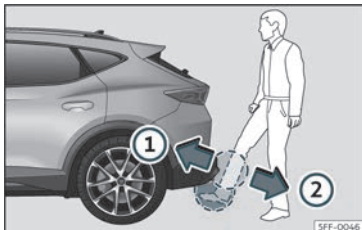

Fig. 80 Porta da bagageira com abertura controlada por sensor (Easy Open)
»» **Fig. 80 ①**.
»» **Fig. 80 ②**. A porta da bagageira abre-se automaticamente.